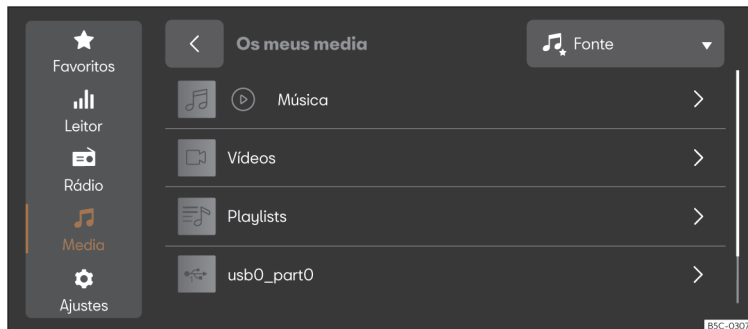

Fig. 157 Representação esquemática: Vista Multimédia.
- Pressione **MENU** > > >>> **Fig. 157**.